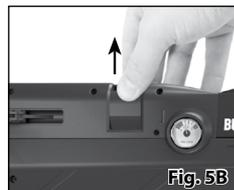

Fig. 5B
4. Fjern magasinet fra bundstykket (Fig. 5B).